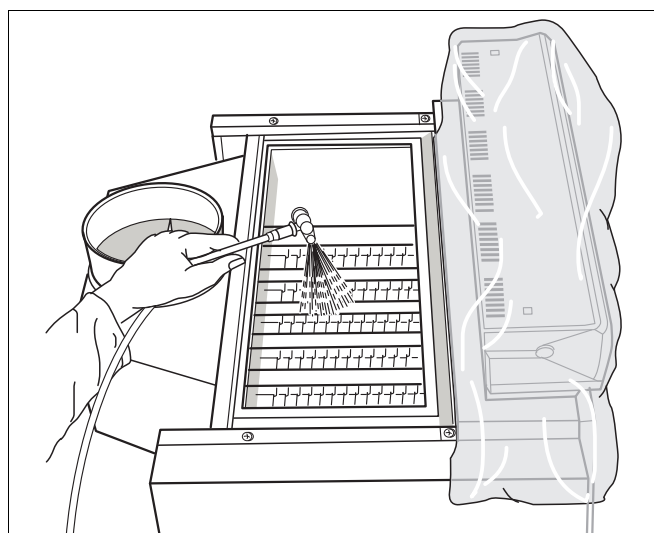

Рис. 42 Чистка распылителем
- Равномерно распылите чистящее средство в газоотводящих каналах (Рис. 42).